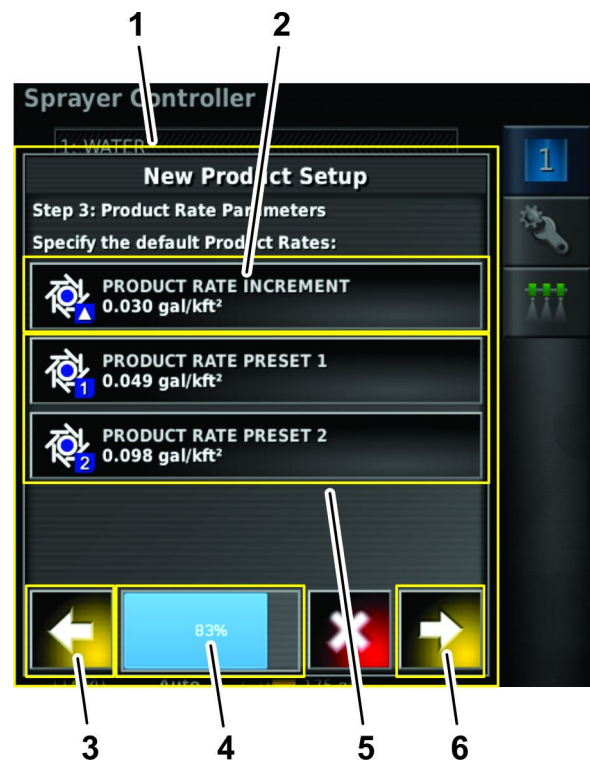

Figure 32
- Programmez une valeur que vous pouvez augmenter ou réduire dans les débits d'application prédéfinis 1 et 2 en appuyant sur l'icône PRODUCT RATE INCREMENT (palier d'augmentation de débit) (Figure 32).
- Appuyez sur l'icône PRODUCT RATE PRESET 2 ou PRODUCT RATE PRESET 1 pour programmer les débits d'application prédéfinis comme suit : (Figure 32).